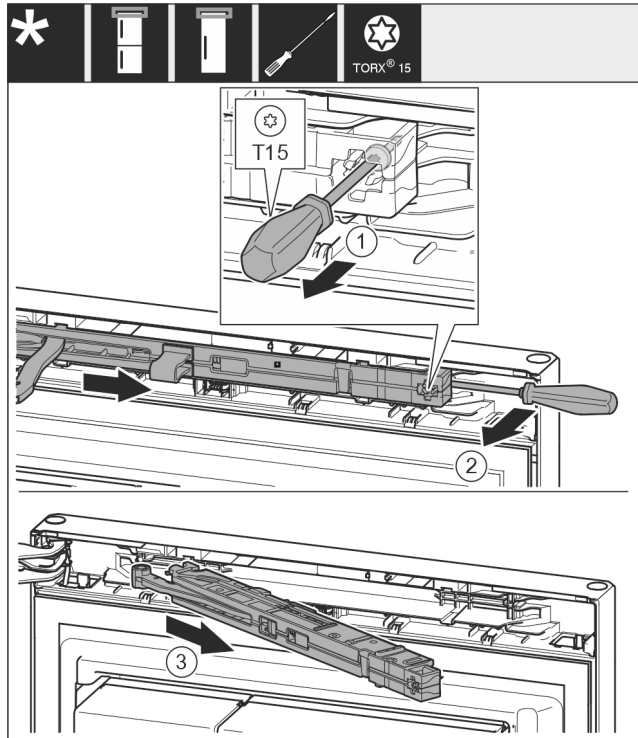

Fig. 12
- ▶ За допомогою викрутки відкрутіть гвинт Fig. 12 (1) на демпферному вузлі на 14 мм.
- ▶ За допомогою викрутки посуньте демпферний вузол Fig. 12 (2) з боку ручки у напрямку вперед.
- ▶ Витягніть демпферний вузол Fig. 12 (3).